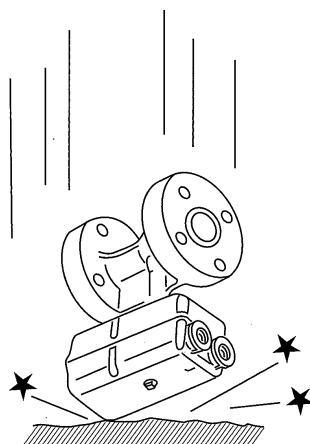

図3
- 1.2.3 製品を投げ出したり、落下させたり、衝撃を与えることは絶対に避けてください。作動不良の原因となります。(図3)